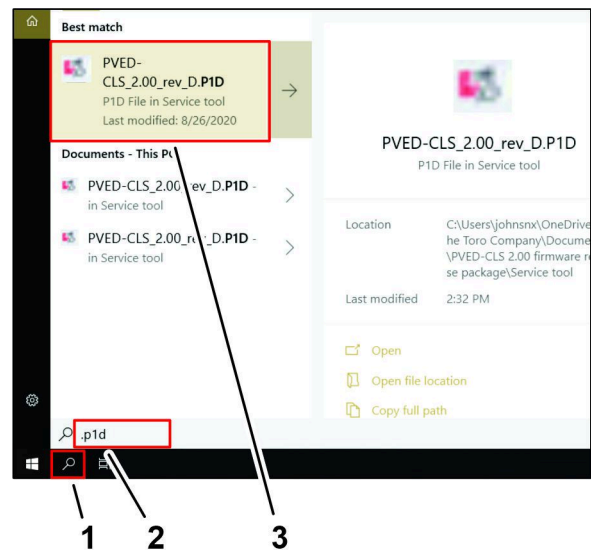

図 143
4. Windows タスク バーで、検索アイコン (図 143) をクリックします。
5. [検索するにはここに入力] テキスト ボックスに .P1D と入力し、Enterキー (図 143) を押します。
6. PVED-CLS_2.00_rev_D.P1Dアイコンをクリックします(図 143)。